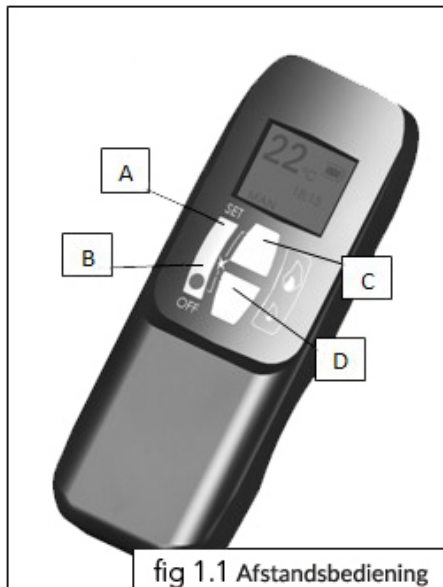
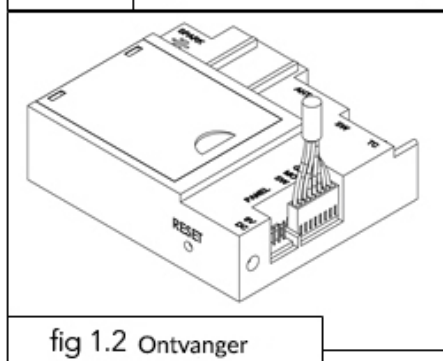
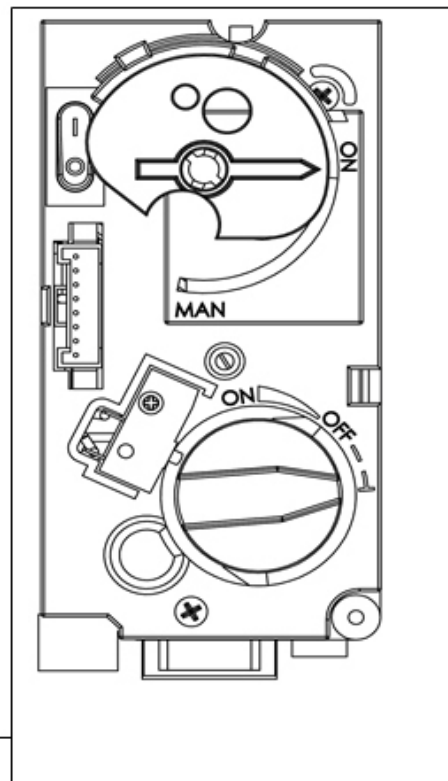

fig 1.1 Afstandsbediening
fig 1.2 Ontvanger
fig 1.3 Ventiel GV60
Dit apparaat is uitgerust met geavanceerde technologische afstandsbediening. Het bestaat uit drie delen; de afstandsbediening (Fig. 1.1), de ontvanger (Fig. 1.2) en de gasklep die ook handbediening heeft (Fig. 1.3). De gasklep en de ontvanger bevinden zich achter de toegangsdeur en het is ook hier dat het naamplaatje van het apparaat zich bevindt.
Druk op de UIT-knop (knop B Fig. 1.1) op de afstandsbediening. Hiermee worden alle branders, inclusief het nachtlampje, uitgeschakeld.
Opmerking: - Als u een paar keer op de knop met een kleine vlam drukt (knop D, afbeelding 1.1), gaat de hoofdbrander uit, maar blijft het nachtlampje branden
Om de hoogte van de vlammen te verhogen, drukt u op de grote vlamknop (knop C Fig. 1.1).
Om de hoogte van de vlammen te verlagen, drukt u op de knop met de kleine vlam (knop D, Afb. 1.1).
Druk tegelijkertijd op de UIT-knop en de kleine vlamknop (B & D-knoppen Fig. 1.1) totdat het scherm verandert van Fahrenheit / 12 uur of Celsius / 24 uur en vice versa.
- b. Druk tegelijkertijd op de knoppen met grote vlammen en kleine vlammen (C & D-knoppen Fig. 1.1)
Druk op de grote vlamknop om de tijd in te stellen (knop C Fig. 1.1).
Druk op de knop met de kleine vlam om de minuten in te stellen (knop D fig. 1.1).
Om terug te keren naar het hoofdscherm, druk op OFF (knop B Fig. 1.1) of wacht 15 seconden totdat het scherm automatisch terugkeert naar het hoofdmenu.